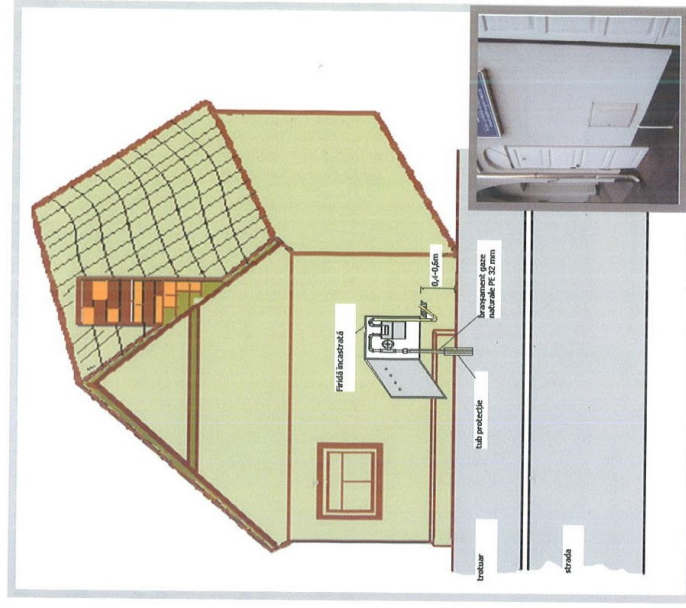

Fig. 2 Bransament subteran cu intrare suprațereană (aparență) în frida încastrată în zidul imobilului
- fridă încastrată în peretele exterior al imobilului (vezi Fig.2)